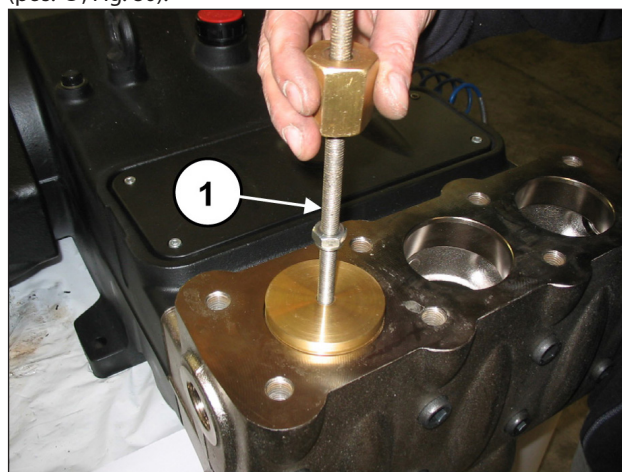

Fig. 80
Estrarre il tappo valvola mediante l'utilizzo di un estrattore a massa battente da applicare al foro M10 del tappo valvola (pos. ①, Fig. 80).